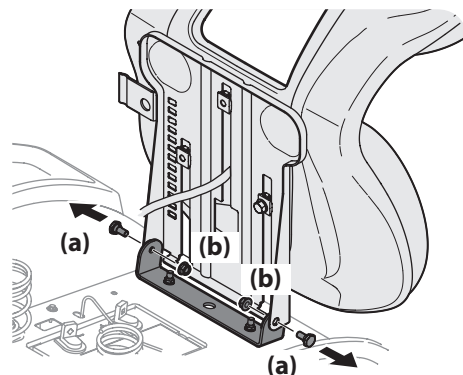

Figura 2-2
2. Quite los dos tornillos con reborde (a) y las tuercas de seguridad con brida del contenedor (b) del asiento tal como se muestra en Figura 2-2.